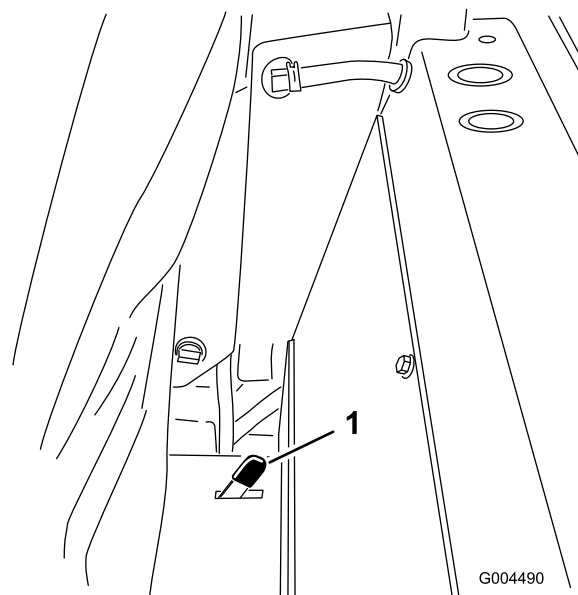

Figura 36
2. Empurre um dos engates do banco que se encontram nos lados do banco atrás, para trás para desengatar o banco e puxe para a frente na parte de cima do banco (Figura 36).